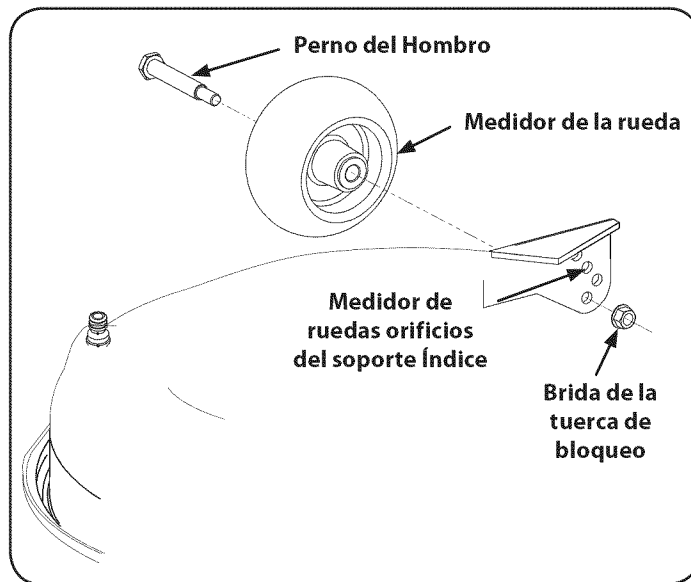

Figura 7
2. Retire la tuerca de fijación brida de sujeción de la rueda delantera perno indicador de hombro a la cubierta. Retire la rueda y el perno indicador de hombro. Refiérase a la Figura 7.